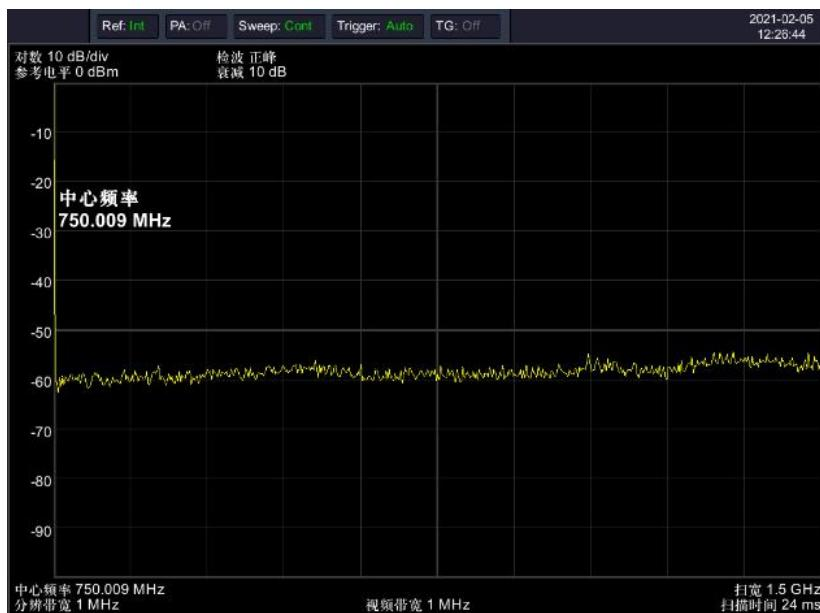

图 3-8 全扫宽
- 1) 首先设置频谱仪到默认的初始状态，按频谱仪的【Preset】键。频谱仪显示了从 9 kHz 到最大扫频宽度的频谱，在 100 MHz 的地方，信号源产生的信号以一条垂直的直线出现，同时产生的谐波信号也以垂直线的形式出现在频率为 100 MHz 的整数倍处，如图 3-8 所示。